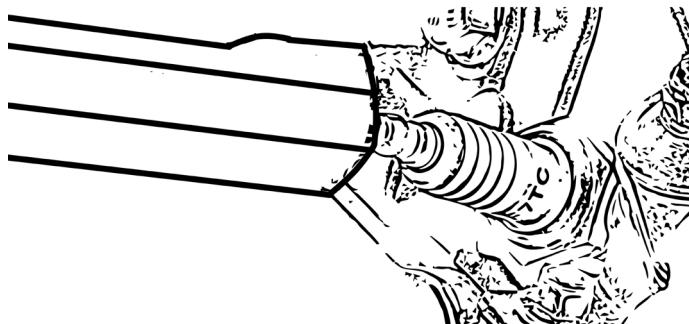

Bild 18
- Lossa tändstiftet med hjälp av tändstiftsnockeln, Fig. 18.